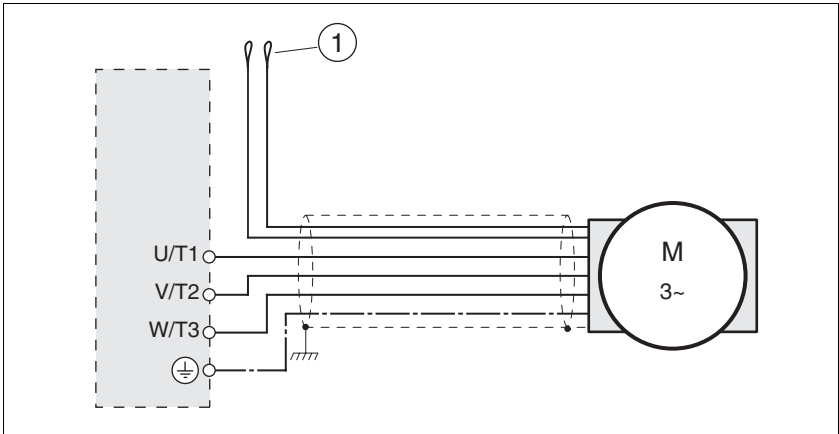

图 6.7 电机接线图，无保持制动器
- ▶ 将未使用的芯线两端分别绝缘，见图 6.7 中的位置 1。